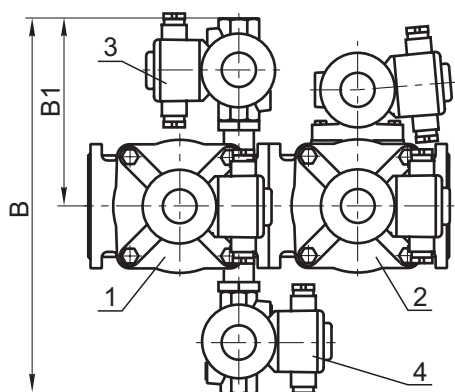

Рис. 10-36
Блок (рис. 10-36, 10-37, 10-38, 10-39) состоит из следующих основных узлов и деталей:
- лев./лев. (рис. 10-36);